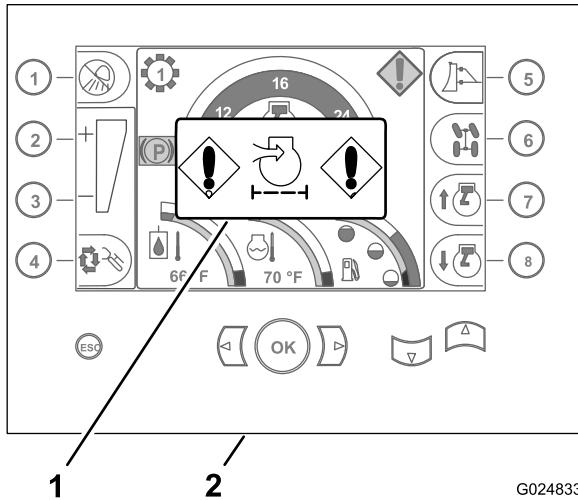

Figura 28
- Controllate se l'indicatore filtro dell'aria ostruito è visualizzato nella schermata Home del centro di comando (Figura 28).